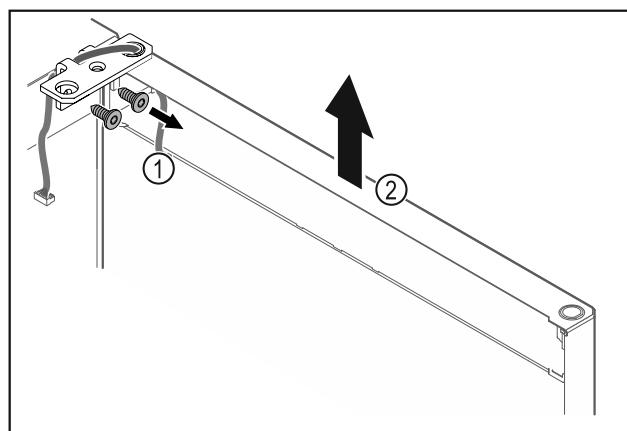

Fig. 27
- ▶ Odvijte kotnik tečaja vrat Fig. 27 (1).
- ▶ Vrata s kotnikom tečaja Fig. 27 (2) dvignite za približno 200 mm navzgor in jih snemite.